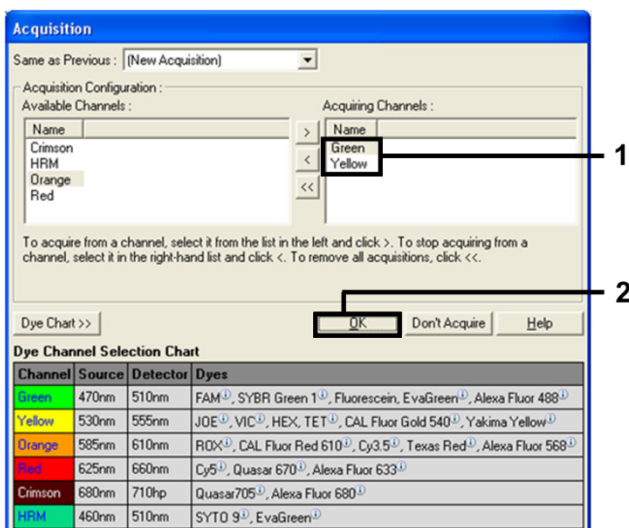

Figura 8. Aquisição de dados no passo de ciclagem de 60 °C.
10. Defina Green e Yellow como os canais de aquisição, selecionando > para os transferir da lista Available Channels (Canais disponíveis). Clique em OK (Figura 8).